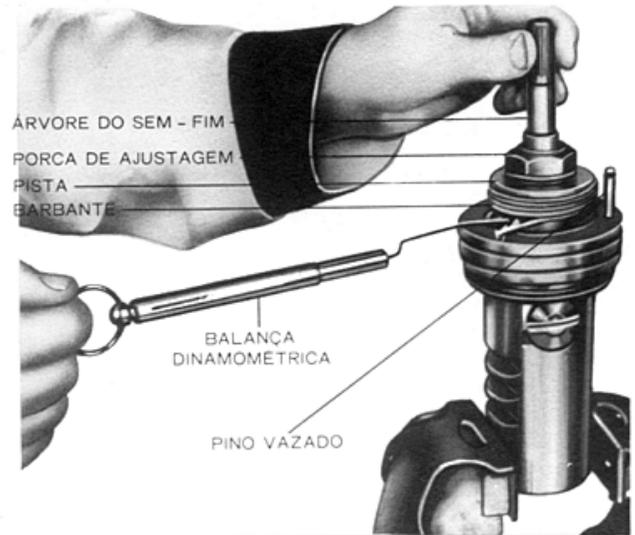

Fig. 20 — Verificação da pré-carga do rolamento central
- Afrouxar a porca de ajustagem. Enrolar com algumas voltas um barbante em volta da pista central do rolamento (fig. 20). Fazer um laço em uma das extremidades do barbante e prender este laço no gancho de uma balança dinamométrica. Um puxão no barbante fará rodar a pista do rolamento. Reapertar a porca de ajustagem do rolamento do sem-fim enquanto se estiver puxando o barbante com a balança dinamométrica. Quando a porca de ajustagem estiver apertada convenientemente, a leitura na escala da balança deverá indicar 450 a 670 gramas (o ideal, enquanto a corrediça estiver girando, é 560 gramas).